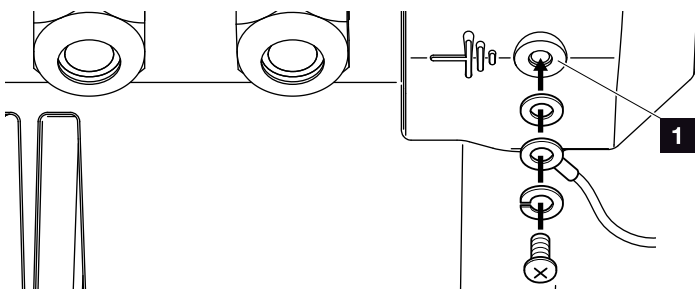

Bild 24: Landsspecifik PE-anslutning
9. I länder där en andra PE-anslutning föreskrivs ska man ansluta denna på den markerade platsen på huset med det föreskrivna åtdragningsmomentet 3 Nm (M6). **!** **📐 Bild 24, pos. 1**